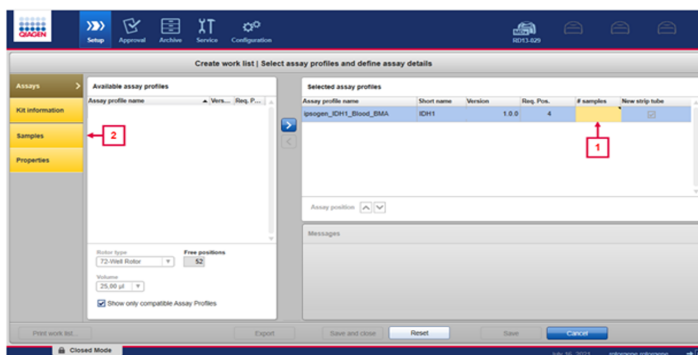

Figura 10. Ventana «Create work list» en la pestaña «Assays». El recuadro 1 indica dónde añadir el número de muestras. El recuadro 2 indica la pestaña Samples.
9. En la ventana «Selected assay profiles» (Figura 10, indicada por el recuadro 1), introduzca el número de muestras que se van a analizar (excluyendo los controles). A continuación, haga clic en la pestaña **Samples** (Muestras) para introducir la «sample information» (información de la muestra) (Figura 10, indicada por el recuadro 2).